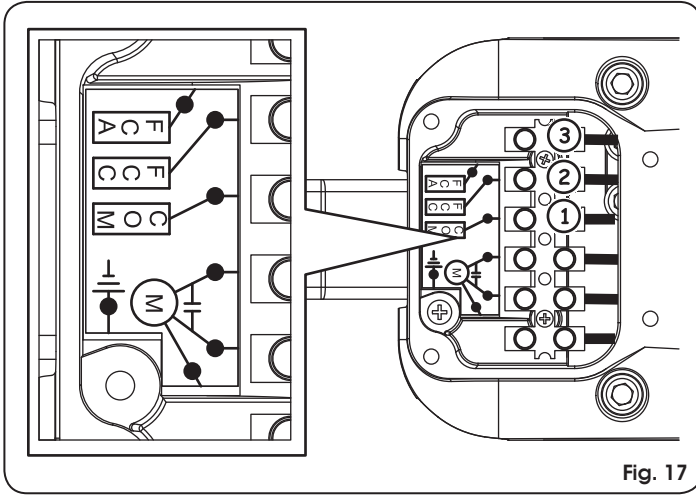

Fig. 17
3. Introduzir o cabo e conectá-lo aos bornes respeitando as cores especificadas na tabela apresentada a seguir, de acordo com a Fig. 17: